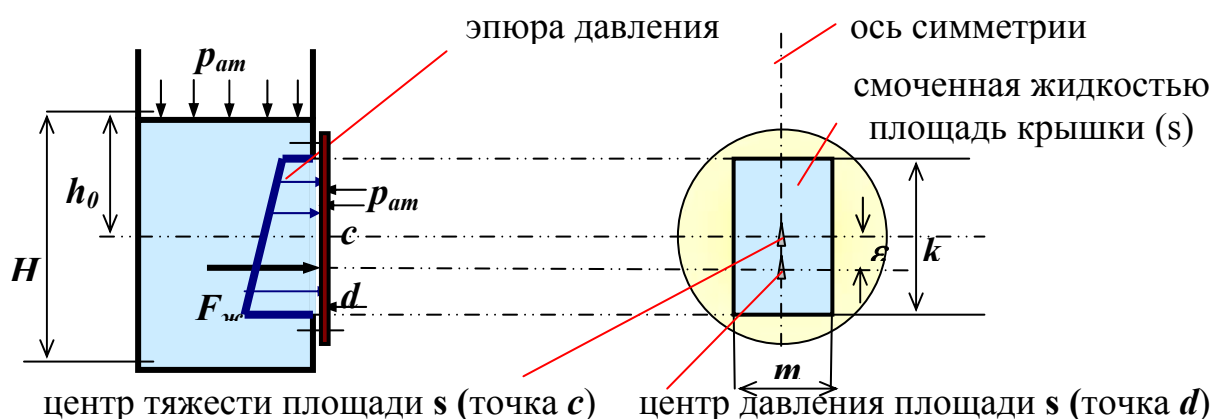

Рис. 4
Рассмотрим простейший случай, когда сосуд открытый, и на свободную поверхность жидкости действует атмосферное давление (Рис.4).
На Рис.4 показано распределение весового давления по контуру стенки, которое называется эпюрой. Из теоретической механики известна связь между распределенной нагрузкой и сосредоточенной силой. Итак, графоаналитический способ:
2. Расстояние  $\varepsilon$  по оси симметрии от центра тяжести до центра давления (Рис.4) определяется так: